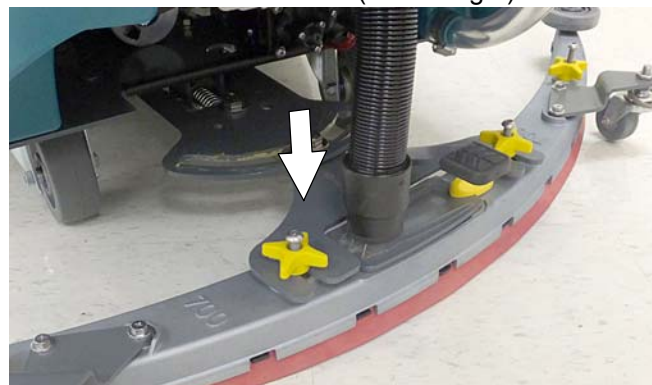

ABB. 6
3. Schließen Sie den Saugschlauch an der Abstreifleisten-Einheit an (Abbildung 6).